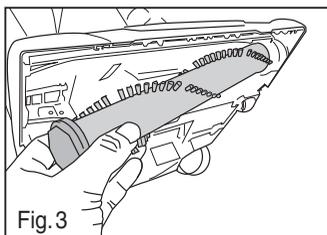

Fig. 3
- Retire el cepillo de rodillo haciéndolo girar (Fig. 3).